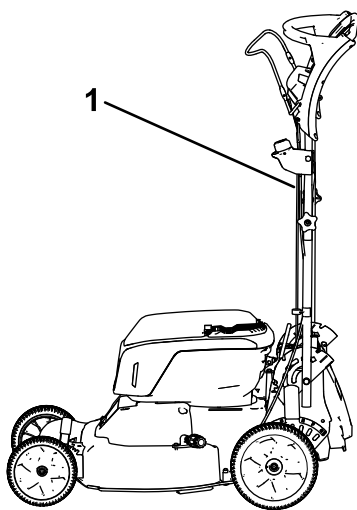

Figura 26
1. Bloquee el manillar en la posición vertical (Figura 26); consulte Ajuste de la altura del manillar \(página 16\).